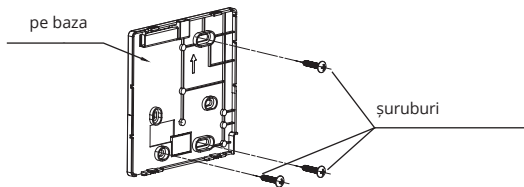

Fig 3-3
- Pentru montare, fixati placa din spate pe perete cu cele 3 suruburi (M4 × 20) si dopuri. (Fig.3-3)